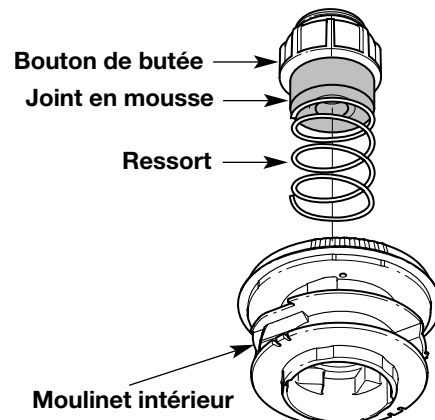

Fig. 21
1. Retirez le bouton de butée, le ressort et le joint en mousse en tournant le bouton de butée à gauche (Fig. 21).
2. Tirez le bouton de butée, le ressort et le joint en mousse (Fig. 21).
7. Placez le bouton de butée, le ressort et le joint en mousse dans la bobine extérieure (Fig. 21).